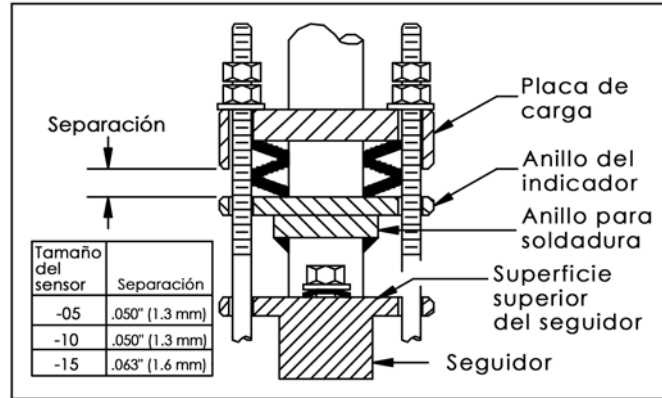

Figura 6. Compresión adecuada del resorte
- Coloque las tres arandelas de presión y las tres tuercas de carga en los pernos y ajuste. Ajuste las tuercas de carga hasta que la placa de carga se encuentre a 0.050 pulg. (1.3 mm) del anillo del indicador para los sensores -05 y -10. Para los sensores -15, la placa de carga debe estar a 0.063 pulg. (1.6 mm) del anillo del indicador (figura 6). En el caso de los sensores -05, se deben ajustar todas las tuercas de carga hasta que la placa de carga toque apenas el anillo del indicador y luego aflojarlas un giro completo. En el caso de los sensores -10 y -15, se deben ajustar todas las tuercas de carga hasta que la placa de carga toque apenas el anillo del indicador y luego aflojarlas 3/4 de giro. Ahora los resortes de carga están instalados correctamente.
- Nota: la soldadura del anillo para soldadura (figura 6) no debe estar en contacto con la superficie superior del seguidor. Si esta soldadura entra en contacto con el seguidor, el sensor no llegará correctamente hasta el fondo de la tubería. Si esto ocurre, comuníquese con la fábrica antes de continuar.